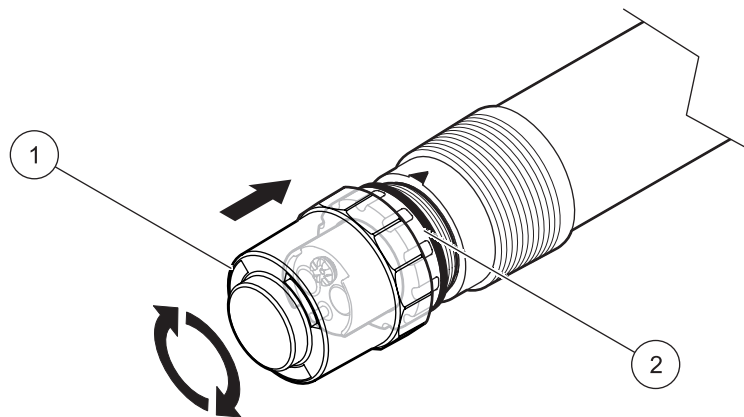

Abbildung 9 Deckel des Aufbewahrungsbehälters als Werkzeug/Aufschraubhilfe für den Schraubring
**Hinweis:** Verwenden Sie den Deckel des Aufbewahrungsbehälters als Werkzeug/Aufschraubhilfe für den Schraubring (Abbildung 9 auf Seite 15).